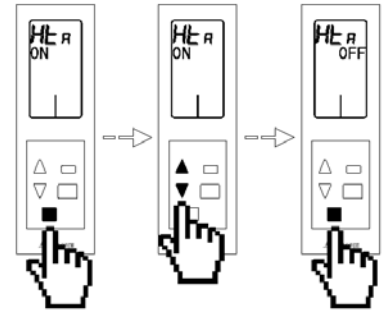

Fig. 120
- Etapa de calor aire  $H_{E,A}$ :** Sólo disponible en caso de tener etapas de Aire y Radiante habilitadas en la zona. Este parámetro permite habilitar **ON**, o deshabilitar **OFF**, el calor por aire  $A$  de la zona. Para su configuración, realice una pulsación sobre el botón de confirmación , el valor del menú se pondrá a parpadear, esto indica que estamos dentro del menú. Utilice las flechas  $\Delta$   $\nabla$  para seleccionar la opción deseada y pulse el botón de confirmación . Si desea salir del menú pulse el botón salir  para volver al menú anterior. (Fig. 120)